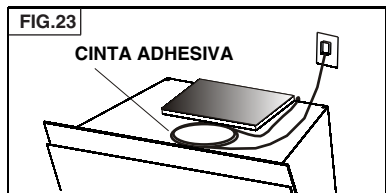

FIG.23
12. Conectar el cable de alimentación al enchufe de 120 VAC. Fig.23.